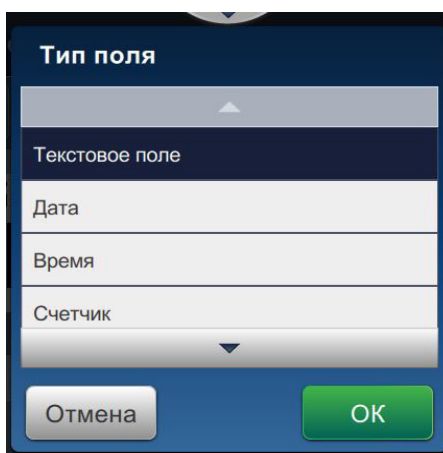

Рис. 5-4: Параметры добавления поля
7. Нажмите кнопку  и выберите необходимые опции для добавления полей, как показано на Рис. 5-4.
1. Нажмите кнопку  раскрывающегося списка и выберите *Текст*, как показано на Рис. 5-4 на стр. 5 – 3.